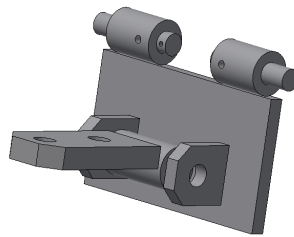

FIG. 3
En la Fig. 3. se muestra un ejemplo de conexión a tractor mediante pieza especial adaptable a un modelo de tractor NTZ-80.
En primer lugar, se procede a acoplar el enganche en el tractor utilizando para ello la "placa madre" (1), Fig. 3, que va atornillada al mismo. Esta debe quedar fuertemente anclada al tractor a la altura del centro del eje trasero si el tractor es de doble tracción y unos cinco centímetros mas alto de dicho centro si el tractor es de simple tracción. Posteriormente, fijar el enganche a dicha placa utilizando todos los tornillos (2) de la misma. Comprobar que una vez colocado, pueda libremente bascular hacia arriba y abajo, manteniendo la posición por los Resortes (3 y 4).